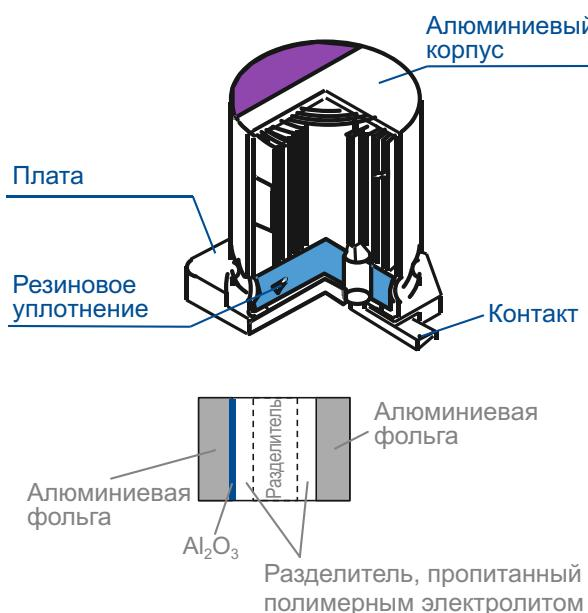

Рисунок 2.
- **Пленочные полимерные алюминиевые конденсаторы** также основаны на проводящих полимерах и алюминии, но их фольговые обкладки свернуты в рулон (Рисунок 2). По сравнению с другими